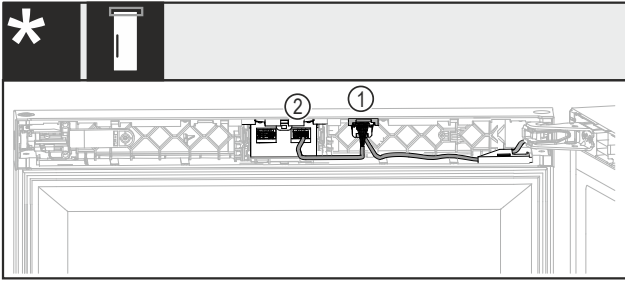

Fig. 45 Uden lås eller med mekanisk lås*
- Skub stik med begge kabler Fig. 45 (1) ind i føringen.*
- Klik stikket med et kabel Fig. 45 (2) fast i højre lomme.*